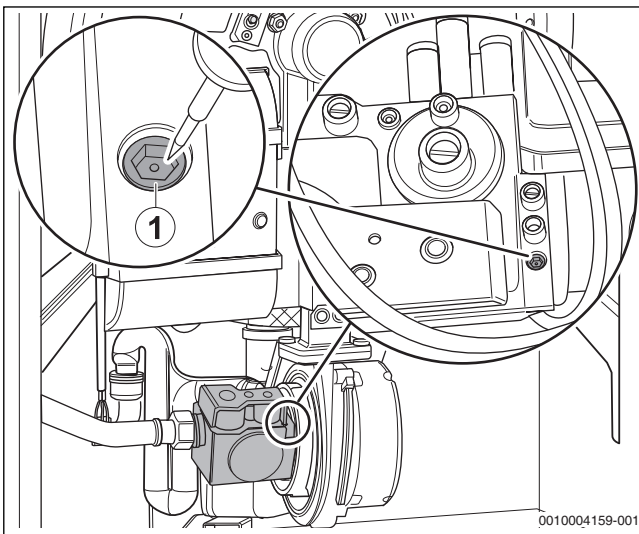

Bild 50 CO₂-Einstellung bei Volllast vornehmen
- ▶ Bei CO₂-Werten unter 8,5 % oder über 9,6 % die Einstellung an der Großlast-Einstellschraube korrigieren (→ Bild 50, Seite 29, und Tabelle 8).
- ▶ Bei CO₂-Werten unter 9,8 % oder über 10,8 % die Einstellung an der Großlast-Einstellschraube korrigieren (→ Bild 50, Seite 29 und Tabelle 9).